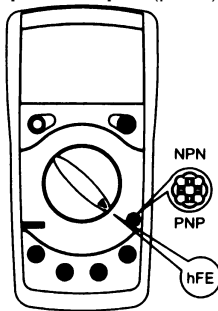

Рис.6
**D. Измерение hFE транзисторов (рис.6)**